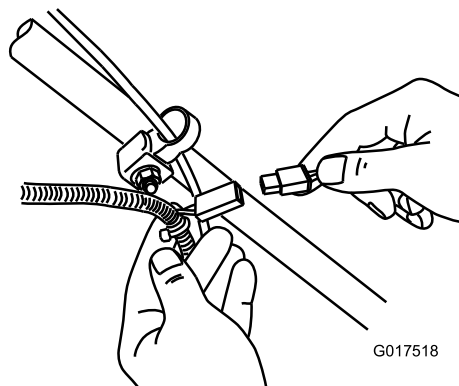

Рисунок 34
1. Подсоедините зарядное устройство к жгуту проводки, расположенному под ключом зажигания (Рисунок 34).